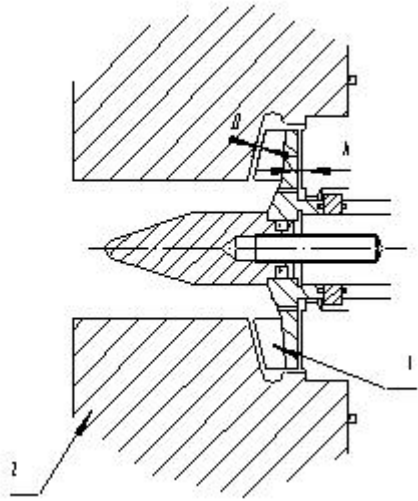

图 8 叶轮的轴向端面间隙
- d. 叶轮在工作状态的侧间隙 A 和 B 为 0.5~1mm（见图 8）。通过改变调整垫的尺寸，调整叶轮与泵盖、泵体之间的轴向间隙，在测量时，转子应靠向主推力面;